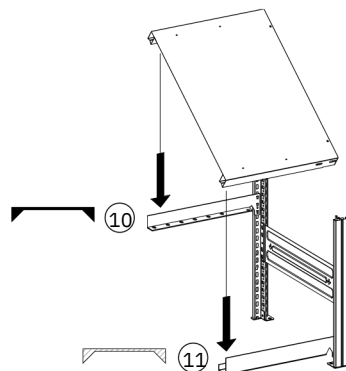

Abb. 17
- Die in der Tabelle (Abb. 17) angegebenen max. zul. Belastungen pro Lagerebene [Q] und max. Feldlasten [Qmax.] gelten für eine gleichmäßig verteilte Last.
- (F) **Consigne de sécurité:** Afin d'éviter des blessures lors du montage, nous vous recommandons instamment de porter des gants de travail!
- Les charges maximale autorisées, indiquées dans la table (fig. 17) par plan de stockage [Q] et charge de travée maximale [Qmax.] ne sont valables que pour une charge également répartie.
- (NL) **Veiligheidsaankwijzing:** Om verwondingen bij de montage te vermijden, bevelen wij u met drang aan werkhandschoenen te dragen!
- De in de tabel (afb. 17) aangegeven max. toel. belastingen per opslagniveau [Q] en max. veldbelastingen [Qmax.] gelden voor een gelijkmatig verdeelde last.
- (GB) **Safety note:** In order to avoid injuries during assembly, we strongly recommend wearing work gloves!
- The maximum permissible loads per storage level [Q] and max. bay loads [Qmax.] stated in the table (Fig. 17) apply to an evenly distributed load.